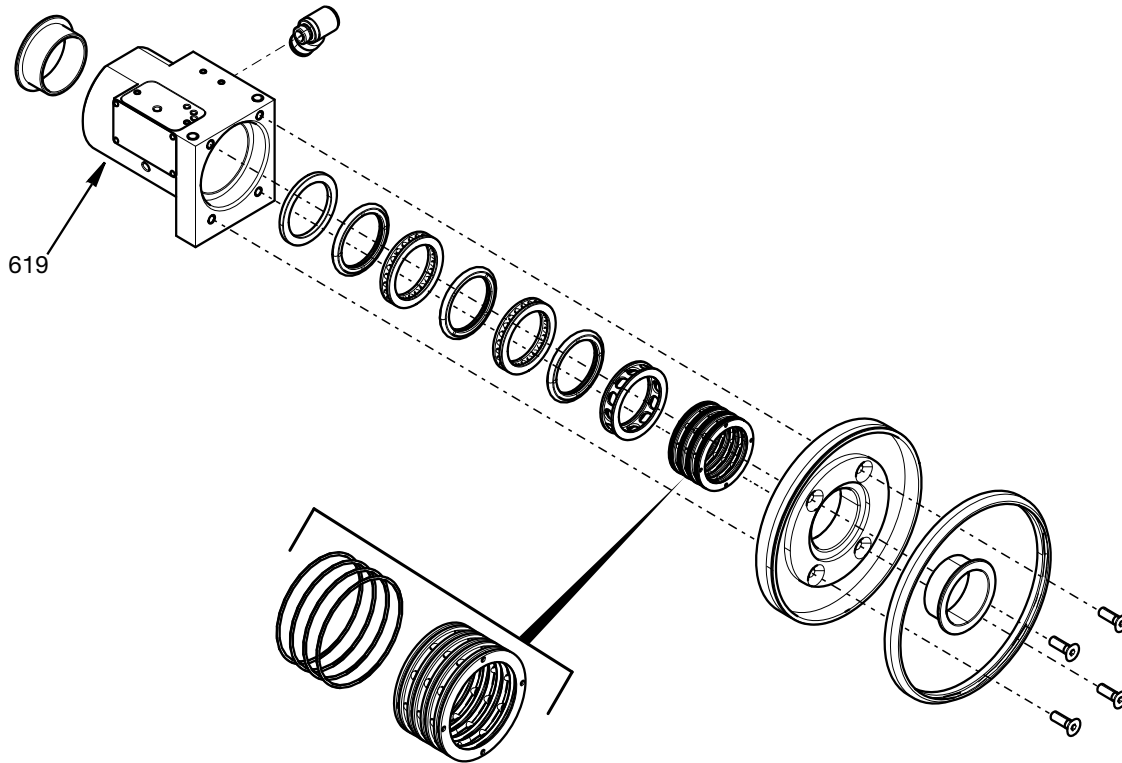

FIG. 19
11. Ora tutte le parti e le guarnizioni interne possono essere rimosse dal corpo girevole (619). Tutte le guarnizioni e le tenute interne devono essere sostituite se la camera girevole viene smontata. Vedere FIG. 19.